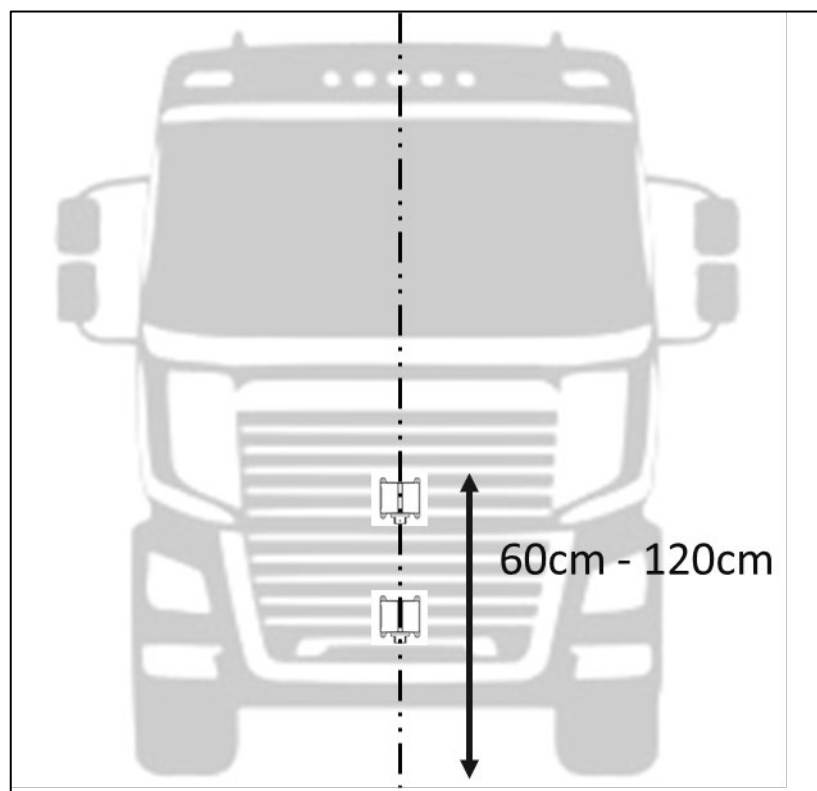

Abbildung 2-1 Installation des Radarzentrums
- Das Radargerät sollte in der Mitte des Fahrzeugs installiert werden, siehe Abbildung 2-1.